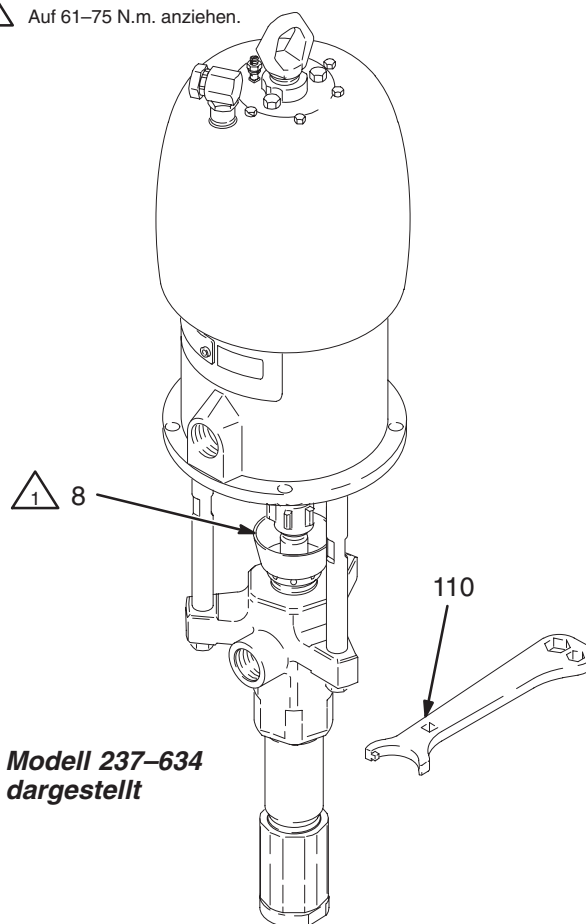

Abb. 3
Vor der Inbetriebnahme die Packungsmutter (2) zu 1/3 mit Graco TSL-Flüssigkeit oder einem verträglichen Lösemittel füllen. Siehe Abb. 3.